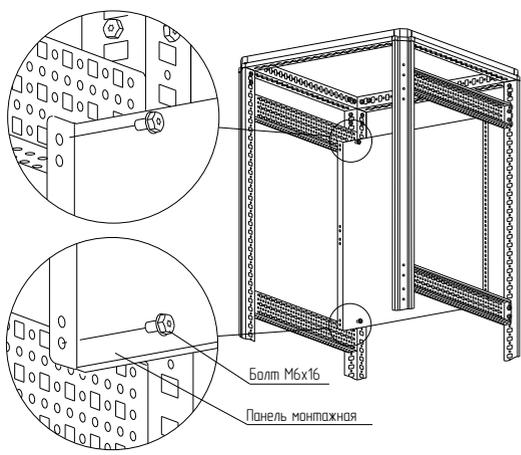

Рисунок 15
– вариант 1. Болтами М6×16 (рисунок 15). Момент затяжки – 7 Н·м. Болты приобретаются отдельно;